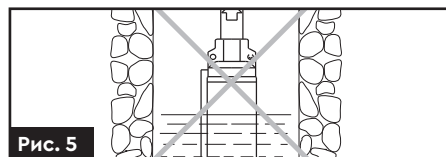

Рис. 5
- › Заборонено експлуатацію насоса при недостатньому рівні води в свердловині (колодязі) (рис. 5), щоб уникнути роботи насоса без води.